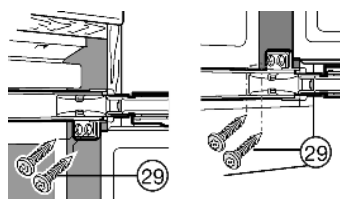

Fig. 22
- ▶ Sur les deux portes, visser les vis pour panneaux d'agglomérés Fig. 22 (29) respectivement en haut et en bas au travers des pattes de charnière.